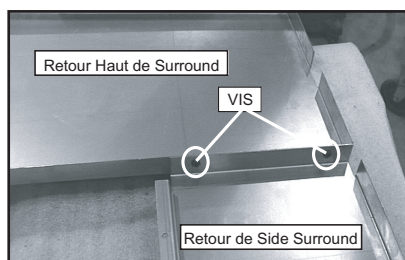

Figure 20.1
1. Fixez le panneau supérieur aux encadrements latéraux au moyen des vis fournies. **Figure 20.1**